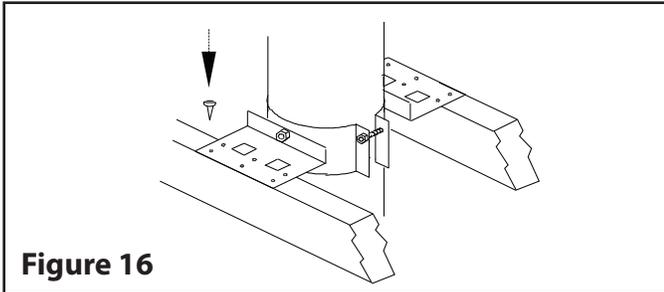

Figure 16
Étape 2. Placez le support sur la cheminée en acier inoxydable jusqu'à ce que les plaques reposent sur le toit ou sur le plancher. Resserez le collet autour de la cheminée, ensuite sécurisez-le en vissant les (4) vis métalliques de 1/2 po (fournies) dans les ouvertures situées sur chaque côté des boulons du collet et de la cheminée
Étape 3. Centrez la cheminée et clouez ou vissez le support au toit ou au plancher au moyen de 8 clous de 2-1/2 po ou de 8 vis à bois no 8 de 1-1/4 po (voir Figure 16).